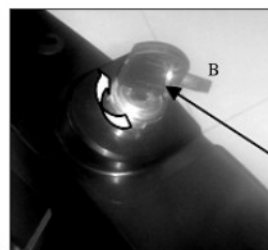

Fig. 2C
c) Para o arranque elétrico: Insira a chave e gire no sentido dos ponteiros do relógio para a operação de ignição eletrónica. (Fig. 2C)